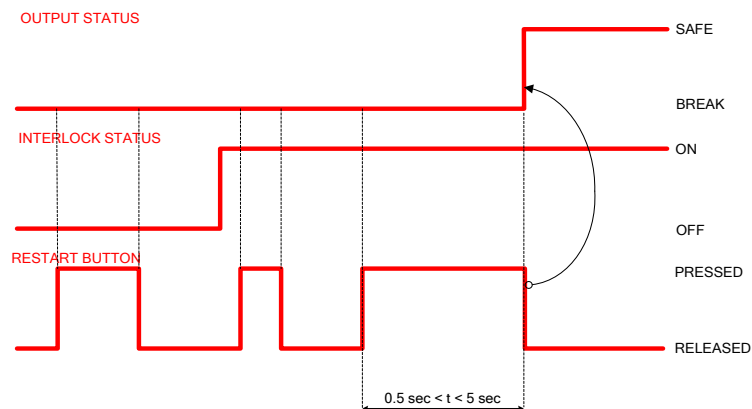

Abb. 35- Zeit der manuellen Rücksetzung
- **Manuelles Zurücksetzen**, nach dem Ansprechen nimmt die ESPE ihren normalen Betrieb erst dann wieder auf, wenn die Funktion RESTART (siehe Abb. 35) aktiviert wurde und dies unter der Voraussetzung, dass das Objekt aus dem Schutzbereich entfernt worden ist.